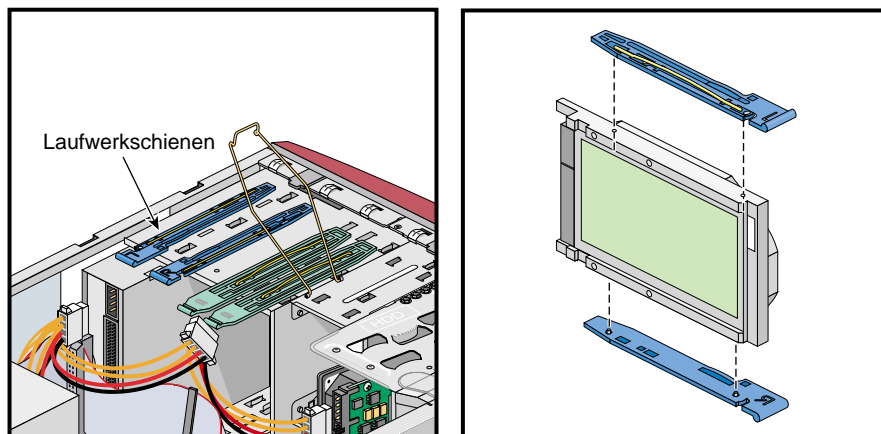

Abbildung 4-16 Anbringen der Laufwerkschienen
3. Stellen Sie fest, wo sich die blauen Laufwerkschienen befinden. Sie sind an den Seiten des oberen Laufwerk-Einbaurahmens befestigt. Siehe Abbildung 4-16.
4. Bringen Sie die blauen Laufwerkschienen an den Seiten des Festplattenlaufwerks an, indem Sie die Stifte in die Öffnungen in den Seiten des Laufwerks stecken. Die Laufwerkschienen sind mit „L“ und „R“ gekennzeichnet, um anzudeuten, auf welcher Seite des Laufwerks sie befestigt werden sollen. Siehe Abbildung 4-16